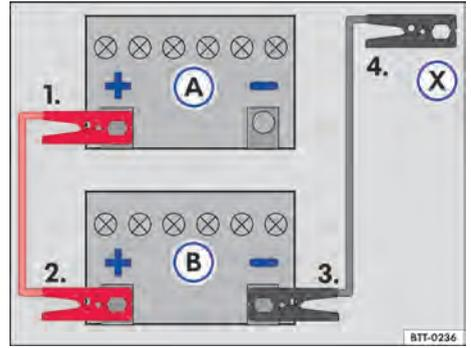

Fig. 150 Esquema para la conexión de los cables auxiliares de arranque: batería del vehículo descargada (A) y batería del vehículo que provee la corriente (B).
Legenda para → fig. 150:
- Conectar un extremo del cable auxiliar de arranque rojo al polo positivo → fig. 150 (+) del vehículo con la batería del vehículo descargada (A) → ⚠.
- Conectar el otro extremo del cable de arranque auxiliar *rojo* al polo positivo (+) de la batería del vehículo que suministra corriente (B).
- Conectar un extremo del cable de arranque auxiliar *negro* al polo negativo (-) de la batería que brinda corriente (B) al vehículo.
- Conectar el otro extremo del cable de arranque auxiliar *negro* (X) al vehículo con la batería del vehículo descargada en una pieza maciza de metal atornillada firmemente al bloque del motor o en el mismo bloque del motor - aunque no cerca de la batería (A) → ⚠.